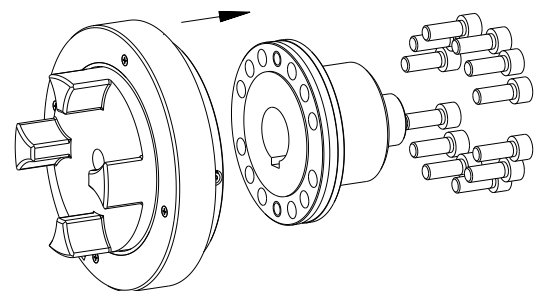

Bild 6: Montage der MONITEX® BT-Messnabe
- Setzen Sie die MONITEX® BT-Messnabe vor den Kupplungsflansch (siehe Bild 6).